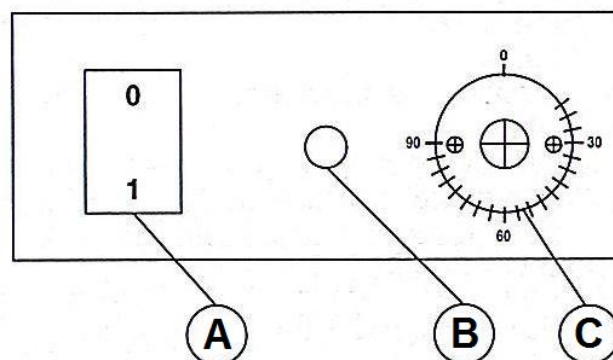

Fig.2
2. Premere l'interruttore (A fig.2) nella posizione "0" e controllare che l'interruttore si spenga.